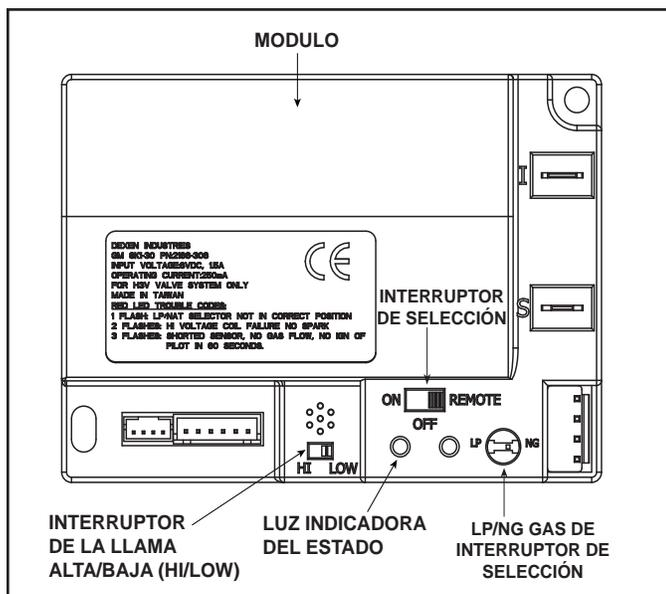

Abbildung 2.3 Steuermodul
1. Das Steuermodul hat einen Wählschalter für EIN/AUS/FERN (ON/OFF/REMOTE), der eingestellt werden muss. Siehe Abbildung 2.3.
2. Wenn sich das Modul im Fernsteuerungsmodus (REMOTE) befindet und ein verkabelter Wandschalter verwendet wird, lässt sich die Flammenleistung mit dem Wählschalter HI/LO am Modul regeln. Siehe Abbildung 2.3. Beachten Sie, dass der HI/LO-Schalter zum Regeln der Flammenleistung seine Funktion verliert, sobald eine optionale Fernbedienung (RC300CE) für das Steuermodul programmiert wird. Beachten Sie, dass das Steuermodul den Kamin stets in der Stellung HI entzündet und die ersten Sekunden in dieser Stellung verbleibt. Wenn sich der HI/LO-Schalter in der Stellung LO befindet, wechselt die Flammenleistung nach zehn Sekunden automatisch zur niedrigsten Einstellung. Nach diesem zehnstündigen Zeitraum lässt sich die Flammenleistung mit dem HI/LO-Schalter regeln.